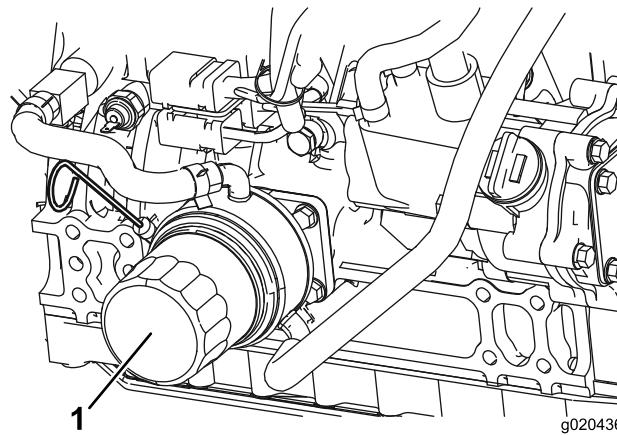

Figura 50
- Retire o filtro do óleo (Figura 50). Aplique uma leve camada de óleo limpo no vedante do filtro novo antes de o montar. **Não aperte demasiado.**